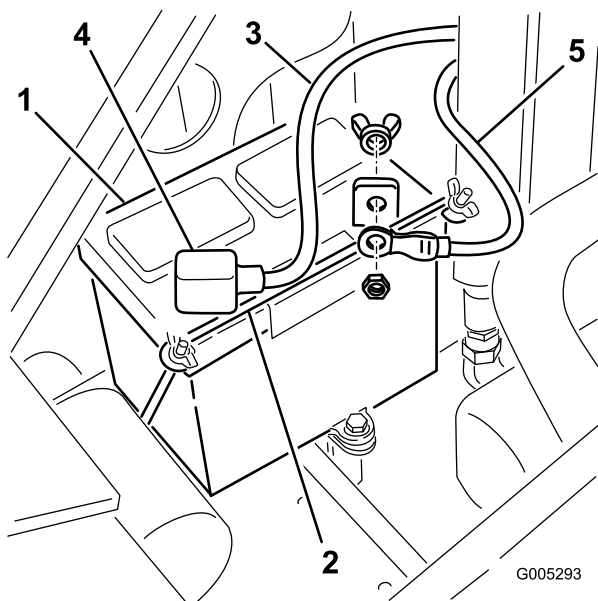

Figura 29
4. Retire las tuercas de orejeta y la barra que fijan la batería (Figura 29).
9. Instale la batería en el chasis (Figura 29).
10. Sujete la batería en el chasis (Figura 29).
11. Usando el perno y la tuerca de orejeta suministrados con la batería, conecte el cable positivo (rojo) al borne positivo (+) de la batería (Figura 29). Deslice la cubierta de goma sobre el borne de la batería.
12. Usando el perno y la tuerca de orejeta suministrados con la batería, conecte el cable negativo (negro) al borne negativo (-) de la batería (Figura 29).